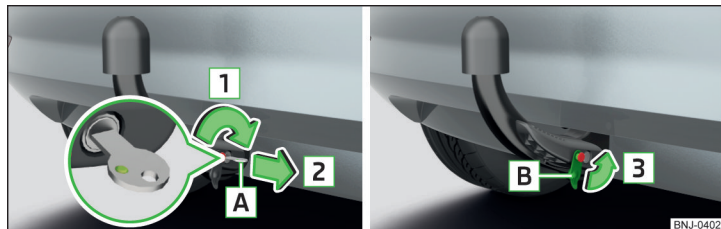

Fig. 237 Încuiati încuietoarea și scoateți cheia/ășezați capatul pe încuietoare
- Rotiți cheia **A** în sensul săgeții **1**, în așa fel încât marcajul verde al acesteia să indice înspre în sus » fig. 237.